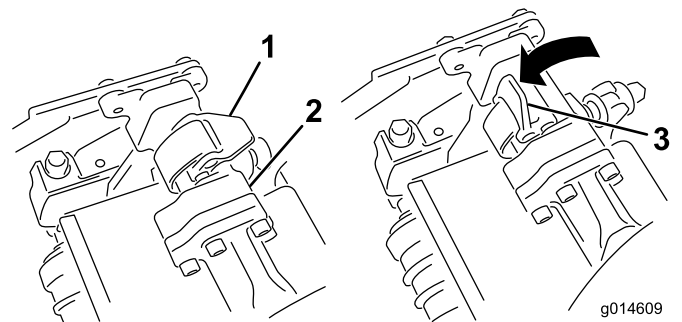
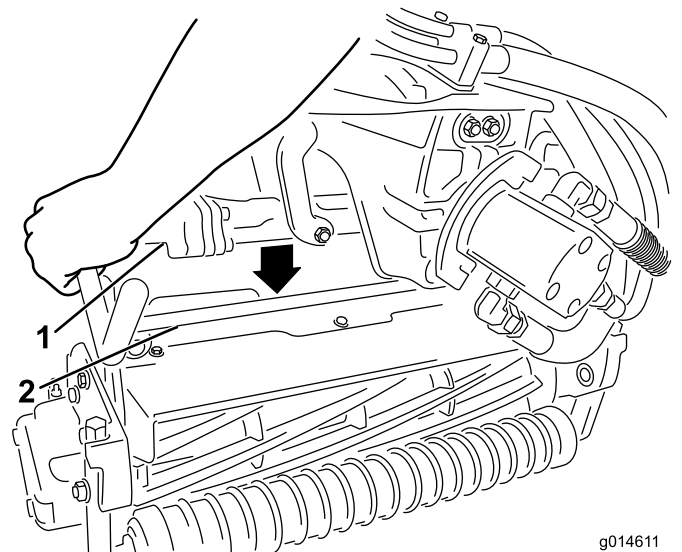

Figura 30
Figura 31
3. Con i fermi del braccio di sospensione rivolti verso l'alto (cioè aperti) (Figura 30), premete il braccio di sospensione verso il basso in modo che la barra si inserisca nella barra della parte superiore dell'apparato di taglio (Figura 31).
4. Chiudete i fermi spostandoli verso il basso e attorno alla barra dell'apparato di taglio, quindi bloccateli in posizione (Figura 30).
4. Aprite i fermi sulla barra del braccio di sospensione dell'apparato di taglio che state rimuovendo (Figura 30).